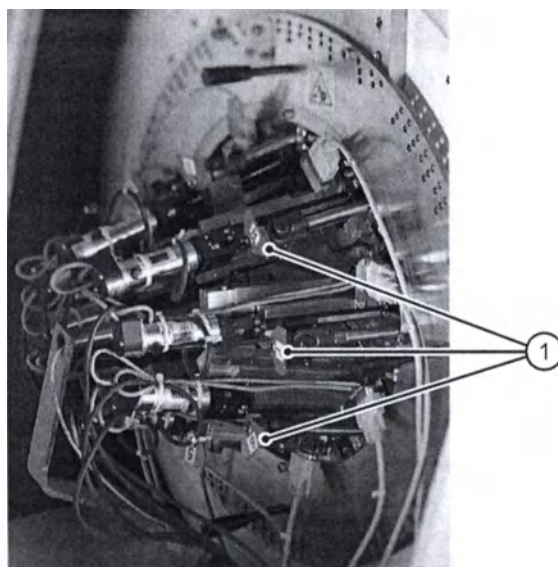

Рис. 5.84 Блок привода секторов
В задней части радиационного блока находятся механизмы привода секторов. Каждый сектор снабжен красной ручкой (1) (см. Рис. 5.84), которая используется для выдвижения сектора до предельного положения (исходного положения сектора).